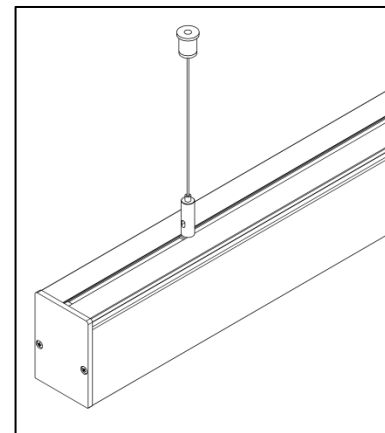

Рисунок 2
- Подвесить светильник на нужной высоте при помощи тросовых подвесов (рисунок 2). Тросовые подвесы в комплект поставки не входят. Тросовый подвес надо закрепить в специальном пазу на корпусе светильника: снять боковую крышку; установить подвес; одеть боковую крышку.
- Подключить кабель питания светильника к сети переменного тока 230 В, 50/60 Гц согласно цветовой маркировке проводов: фаза (L) – чёрный (коричневый), ноль (N) – синий, земля – жёлто-зелёный.